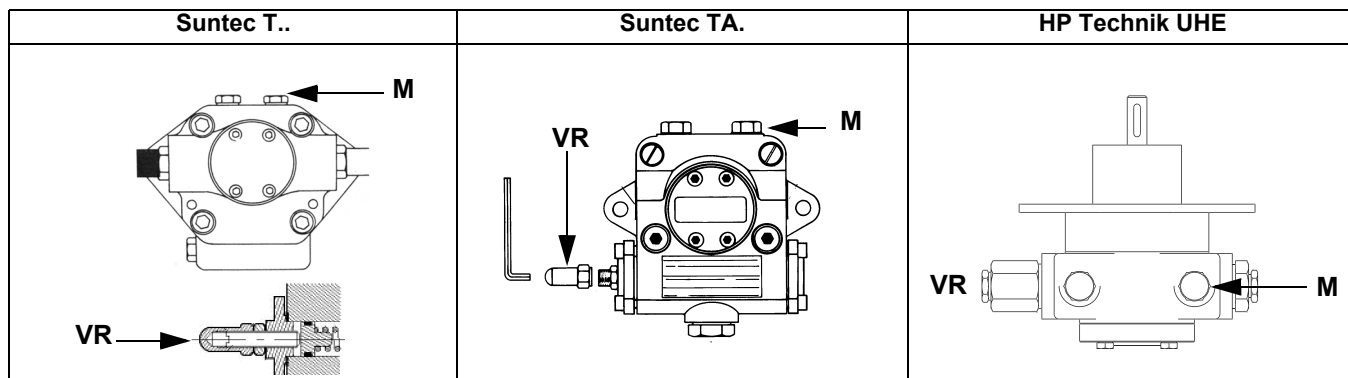

Fig. 4
- 3 purgar el aire de la conexión (**M**) manómetro de la bomba (Fig. 4), aflojando levemente el tapón, sin quitarlo; luego soltar el contactor;
- 5 La presión de alimentación de la boquilla ya es previamente calibrada en fábrica y no debe ser modificada. Sólo si fuera necesario, regular la presión de alimentación (véase apartado correspondiente) de la siguiente manera: colocar un manómetro en la posición indicada en Fig. 5 intervenir en el tornillo de regulación **VR** de la bomba (véase Fig. 4) hasta obtener una presión en la boquilla igual a 20 bar (boquillas Monarch o boquillas Bergonzo – véanse gráficos en pag. 43-34)